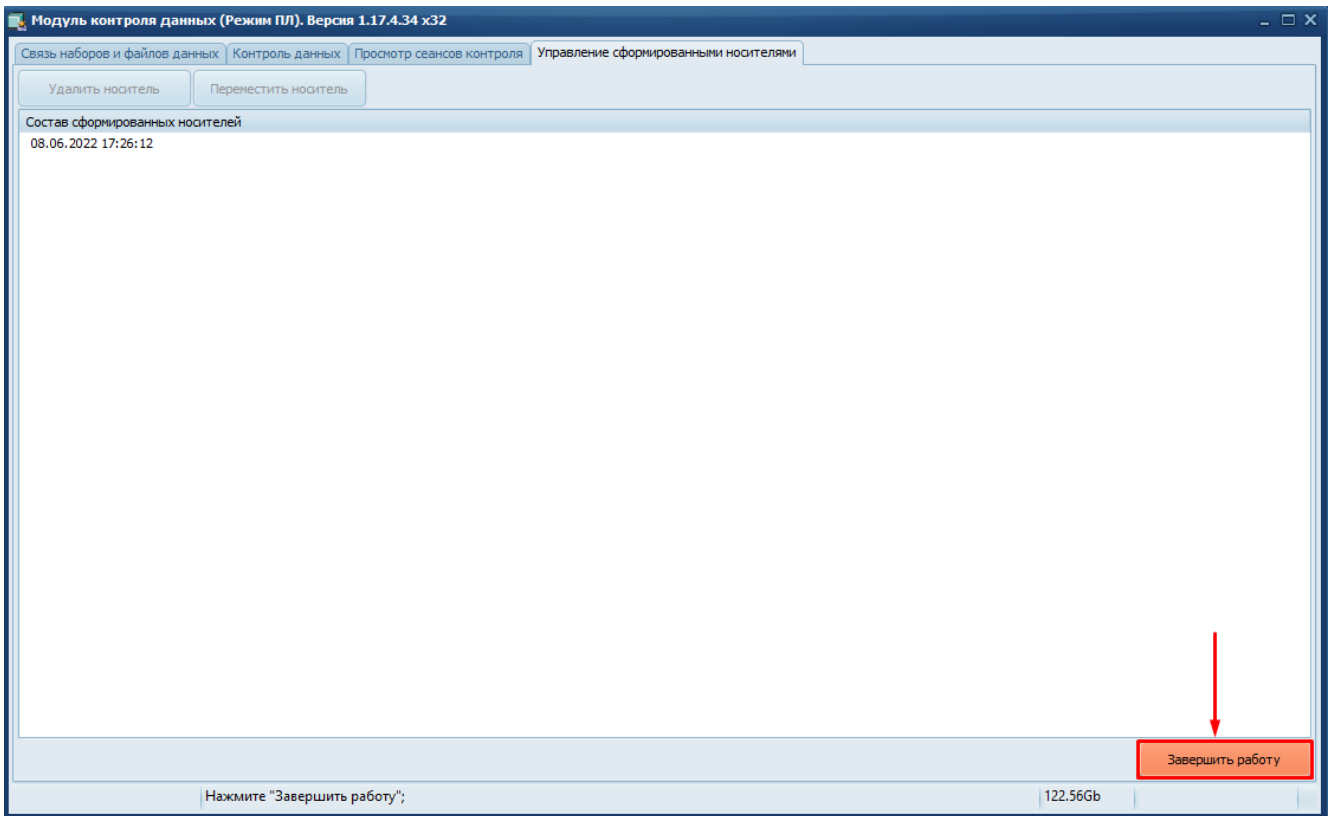

Рисунок 86 – Завершение работы МоКоД ПЛ
- 2) нажать кнопку «Завершить работу» (Рисунок 86), доступную на вкладках «Просмотр сеансов контроля», «Управление сформированными носителями».